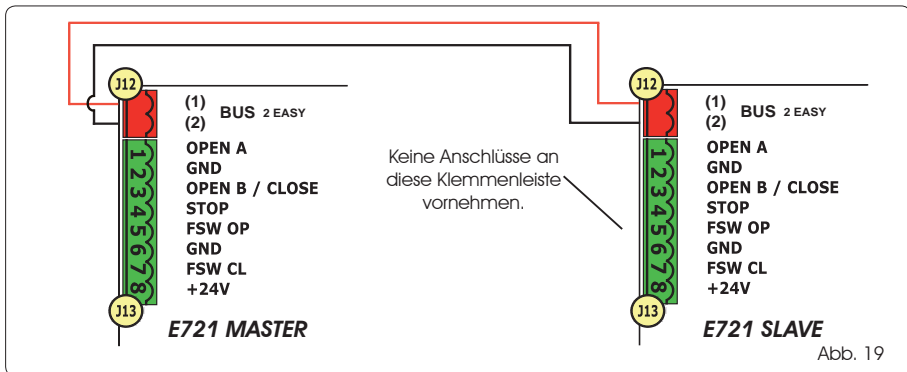

Abb. 19
**Die BUS-Verbindung zwischen den beiden Steuerkarten muss POLARISIERT sein, wobei die Reihenfolge der Pole der Klemmenleiste J12 einzuhalten ist (POL (1) – POL (2)) – (siehe Abb. 19).**